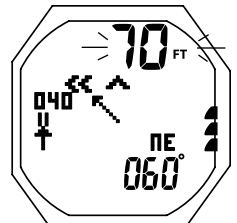

Fig. 160 - ALARMA PROFUNDIDAD
**Alarma de profundidad** (Fig. 160) -